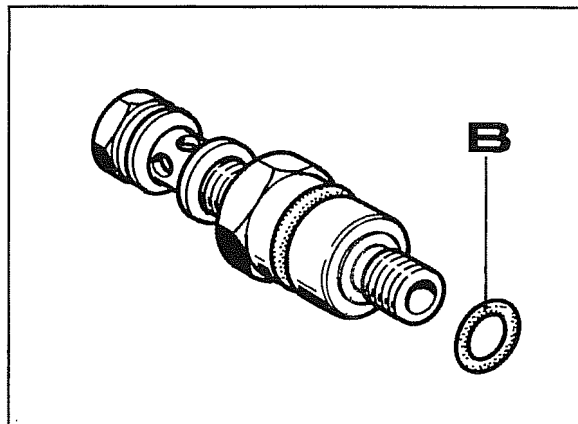

Fig. 28
4. La fig. 28 mostra in dettaglio i componenti del raccordo in cui occorre verificare l'integrità dell'anello di tenuta **B**, quindi rimontare raccordo e tubo di mandata.